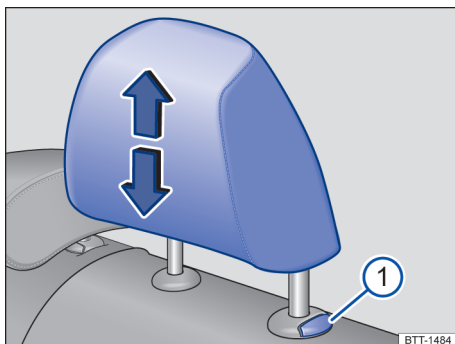
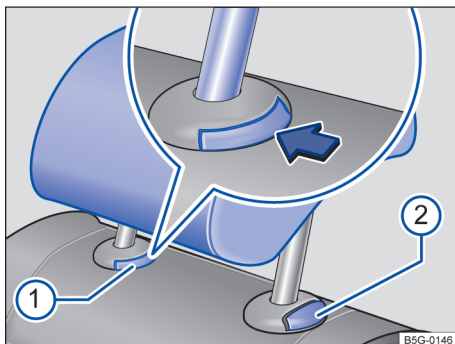

Fig. 73 Assentos traseiros laterais: remover o apoio para cabeça.
Fig. 74 Assento traseiro central: remover o apoio para cabeça.
- Retirar totalmente o apoio para cabeça com o botão → Fig. 73 ① ou → Fig. 74 ① pressionado.
- Empurrar o apoio para cabeça para baixo com o botão → Fig. 73 ① ou → Fig. 74 ① pressionado.